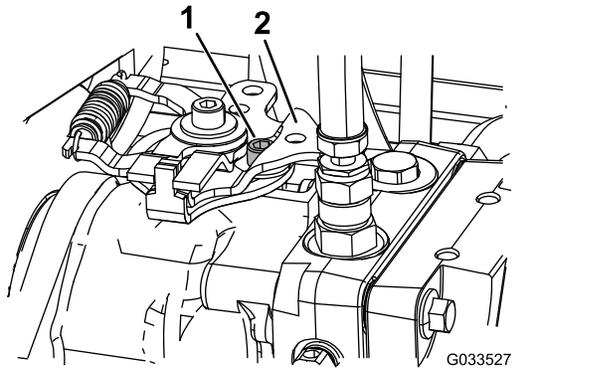

Figura 42
3. Na bomba hidráulica de tração (interior), retire a ligação de controlo do braço de controlo (Figura 42).